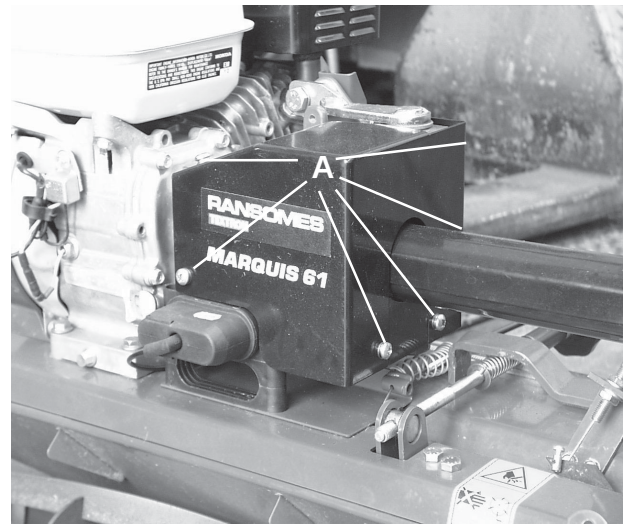

Fig. 10.3
Filtro dell'aria (tipo a doppio elemento) (Fig. 10.3)
10.3 PROTEZIONE DELLA FRIZIONE E DELL'ALBERO DI RINVIO (FIG. 10.3)
Svitare le viti di fissaggio per la copertura (A Fig. 10.3) e togliere quest'ultima. A questo punto, è possibile eliminare l'erba dalla zona della frizione e dell'albero di rinvio. Una volta terminata l'operazione, rimontare la copertura e fissarla con le viti di fissaggio originali.